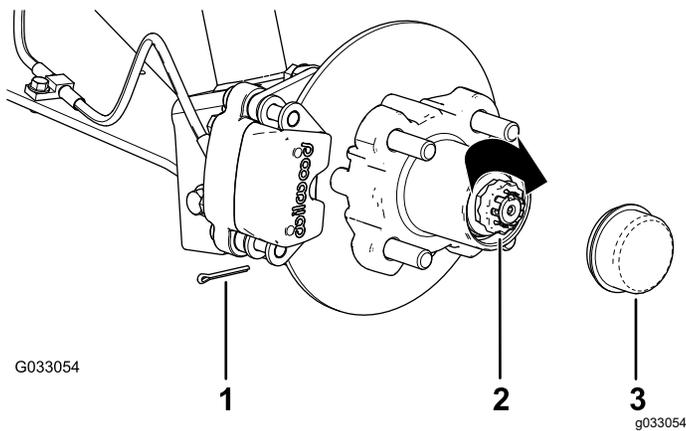

図 28
8. ナットの上からリテーナを取り付け、リテーナのスロットとスピンドルのスロットが整列しているかどうか確かめる 図 28。
9. コッターピンを取り付け、ピンの足をリテーナに巻き付けるように曲げる 図 28。
10. ハブにダストキャップを取り付ける 図 28。